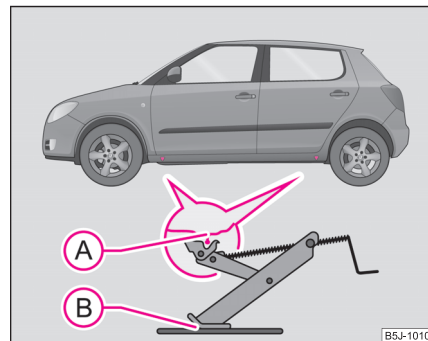

Fig. 160 Înlocuirea roții:
- Pentru ridicarea autovehiculului căutați punctul de fixare a cricului cel mai apropiat de roata defectă ⇒ fig. 160. ▶
- Așezați cricul astfel încât gheara acestuia să cuprindă elementul vertical de sub prag (A), și suprafața de sprijin a cricului (B) să se afle complet pe sol.